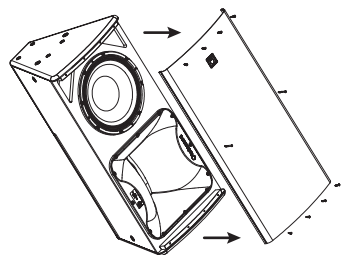

Fig. 1
2. Ta bort de 10 posi-drivskruvarna som håller gallret på plats och ställ gallret åt sidan (fig 1).
14. Byt ut gallret (fig 1) och faskontrollera skåpet före användning.